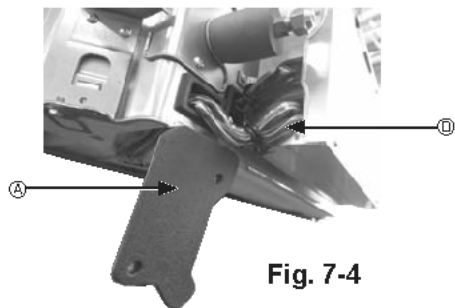

Fig. 7-4
① Usunąć dwie śruby mocujące pokrywę przewodu urządzenia głównego, a następnie otworzyć pokrywę.
② Poprowadzić przewody czujnika i-See i odbiornika sygnału w skrzynce elementów elektronicznych w sposób pokazany na schemacie i wokół tulei z boku urządzenia głównego. (Fig. 7-4)